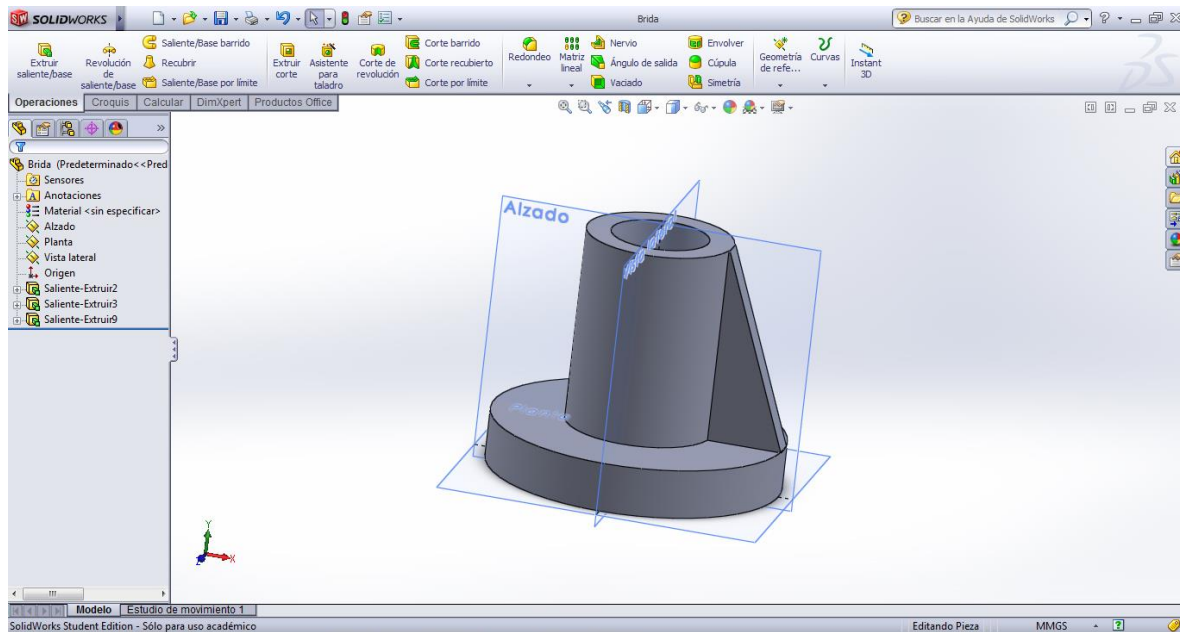

Figura 29. Primera aleta creada.
- d) Complete este procedimiento y aparecerá la ventana para editar los parámetros de la operación. Seleccione “plano medio” para la extrusión, y edite la profundidad a 5 mm. Presione el “check” y obtendrá una pieza como la mostrada en la Figura 29.